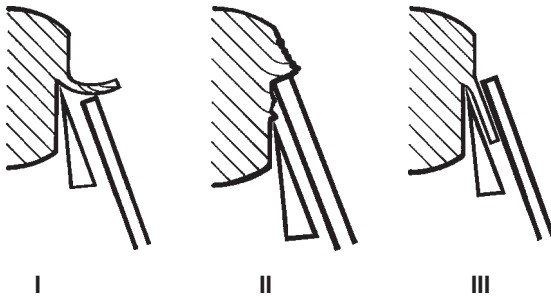

Fig. 21.1
**Le dispositif anti-roll est réglé correctement lorsque la coupe glisse régulièrement entre la plaque et la lame (voir figure 21.1).**